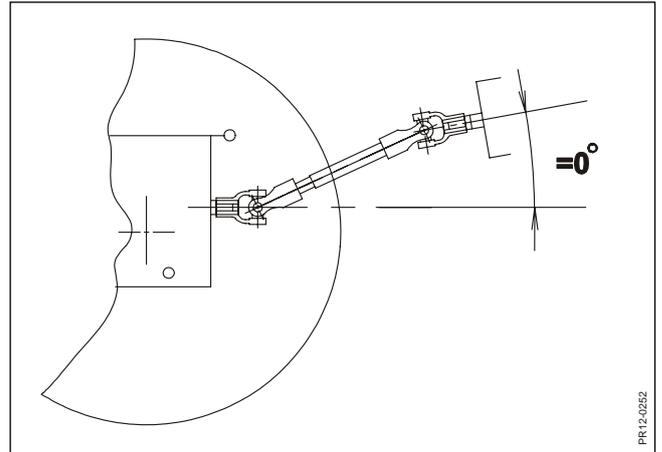

Fig. 2-8
**Fig. 2-8:** Die Zapfwelle des Schleppers (PTO) und der Zapfwellenanschluß der Maschine (PIC) müssen möglichst parallel sein, d.h. der Winkel zwischen den beiden **so nahe an 0° wie möglich**.